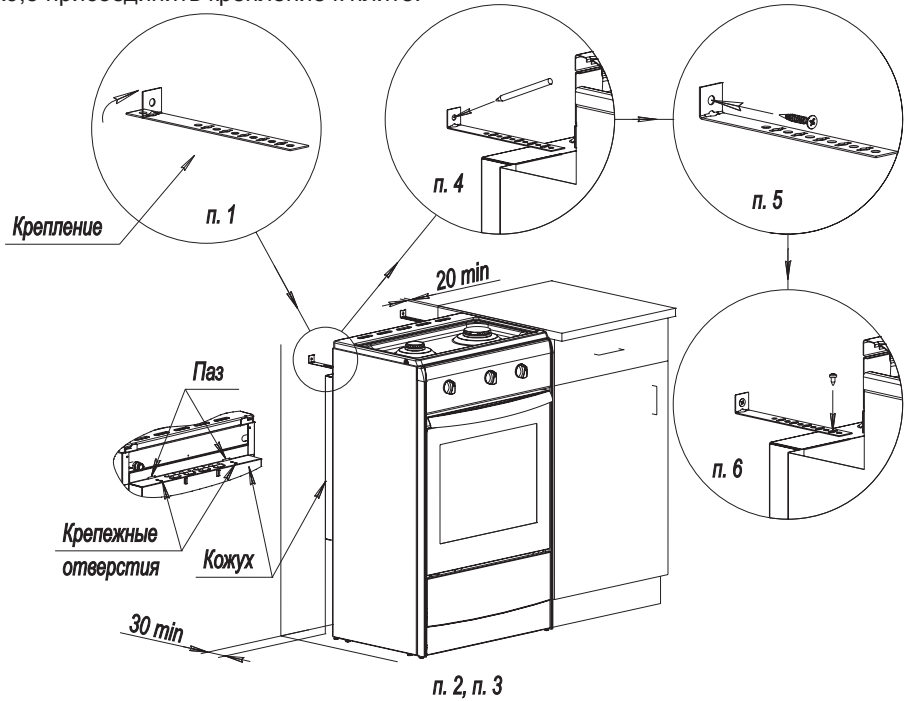

рис. 1
**Порядок крепления плиты к стене (рис.1):**